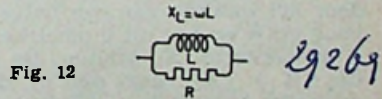

Fig. 12
A. Parallelschakeling van een zelfinductie en een weerstand (fig. 12)